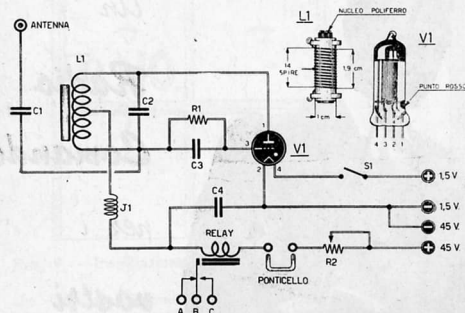

Fig. 1. - Schema elettrico 1° tipo di ricevente monovalvolare con 1 valvola a gas
- R1 e J1 dovranno risultare sistemati il più vicino possibile alla valvola V1. La bobina L1 consta di 14 spire avvolte su di un tubetto di polistirolo del diametro di mm. 10 completo di ferroxcube (vedi a destra nella fig. 1). Il tipo di filo da utilizzare risulta in rame e presenta un diametro di mm. 0,6, mentre la lunghezza d'avvolgimento sarà di mm. 19.
Il relay è del tipo E.D. da 5000 ohm o tipo consimile. Si notano, dall'esame dello schema elettrico (fig. 1), due boccole indicate con la scritta PONTICELLO; dette boccole servono per l'inserimento di un milliamperometro, necessario per la messa a punto della ricevente.